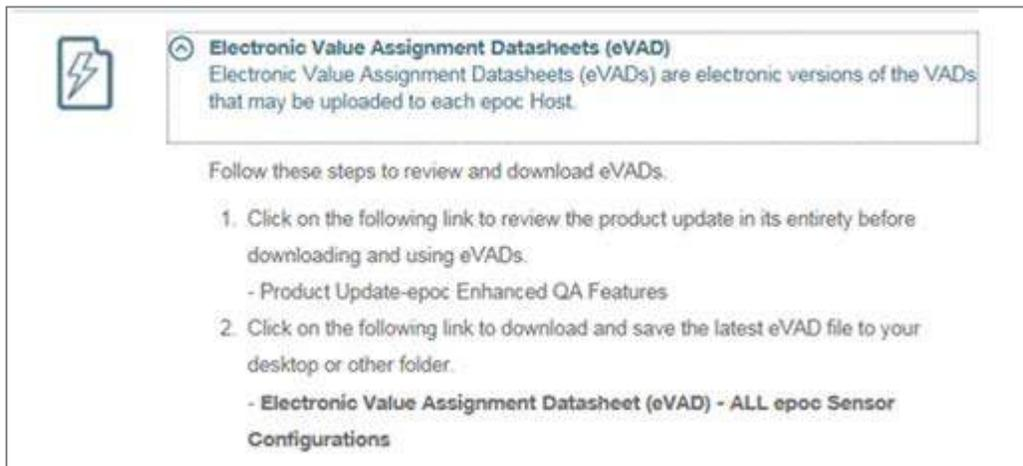

Fig. 4.
2. Suivez les instructions (Fig. 4) pour télécharger le fichier eVAD sur votre ordinateur.